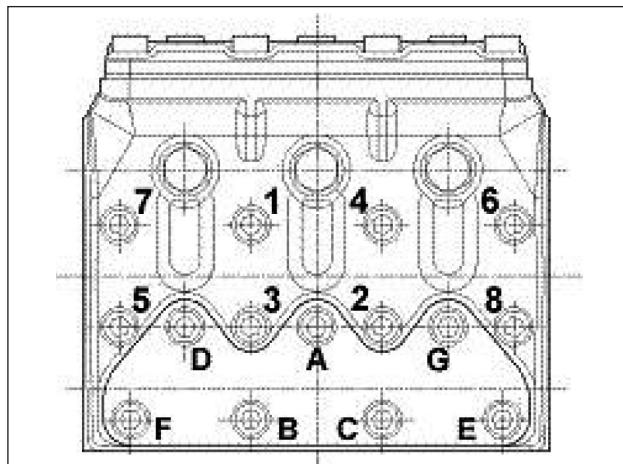

Fig. 24
** Los tornillos de fijación de la cabeza pos. dib. desglosado 39 (65-KFR) se deben apretar utilizando una llave dinamométrica, lubricando el pie roscado respetando el orden contenido en el esquema de la Fig. 24.
*** Los tornillos de fijación de las tapas de las válvulas pos. dib. desglosado 40 (61-KFR) se deben apretar utilizando una llave dinamométrica, lubricando el pie roscado respetando el orden contenido en el esquema de la Fig. 24.